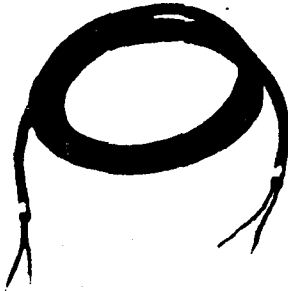

Bild 23
17. Das Fernsprechan schlus slabel (Bild 23) verbindet den Feldfern sprecher mit dem Verstärker (Bild 4). Es hat zwei Adern. Zum Anschließen sind die Enden etwa 2 cm blank gemacht und verlötet, damit sie nicht auf spleißen.